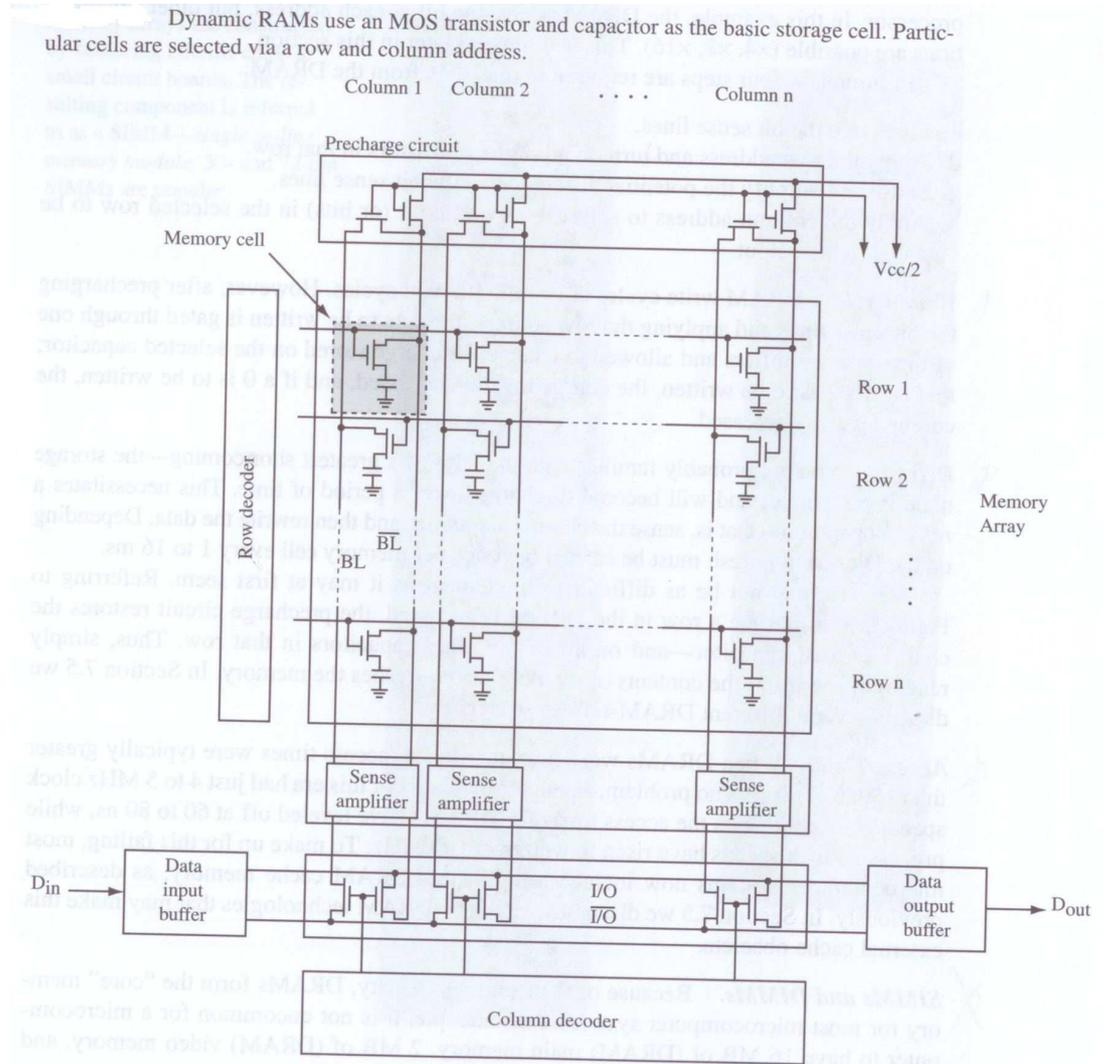

FIGURE 3.6 – RAM dynamique
**Principe.**- La figure 3.6 montre la structure interne d'une **RAM dynamique**, ou **DRAM**. Une cellule de mémoire comprend seulement un transistor et un condensateur. Inventée par *Intel* en 1970, ceci fut son premier type de gloire. Chaque cellule est identifiée par son adresse de ligne et son adresse de colonne.